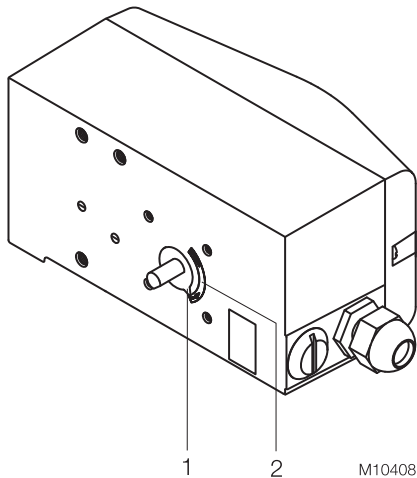

Рис. 3: Рабочий диапазон
4. Выполнить предварительную регулировку оси. Для того, чтобы позиционный регулятор мог функционировать в пределах рабочего диапазона (см. Рис. 3), при определении позиции переходника на оси (1) необходимо учитывать монтажное положение, а также исходное положение и направление вращения привода. Для этого ось можно отрегулировать вручную, чтобы установить переходник (3) в правильном положении.
5. Установить переходник на ось в требуемом положении и зафиксировать установочными винтами (2). При этом один из установочных винтов должен быть прочно зафиксирован на лыске оси.